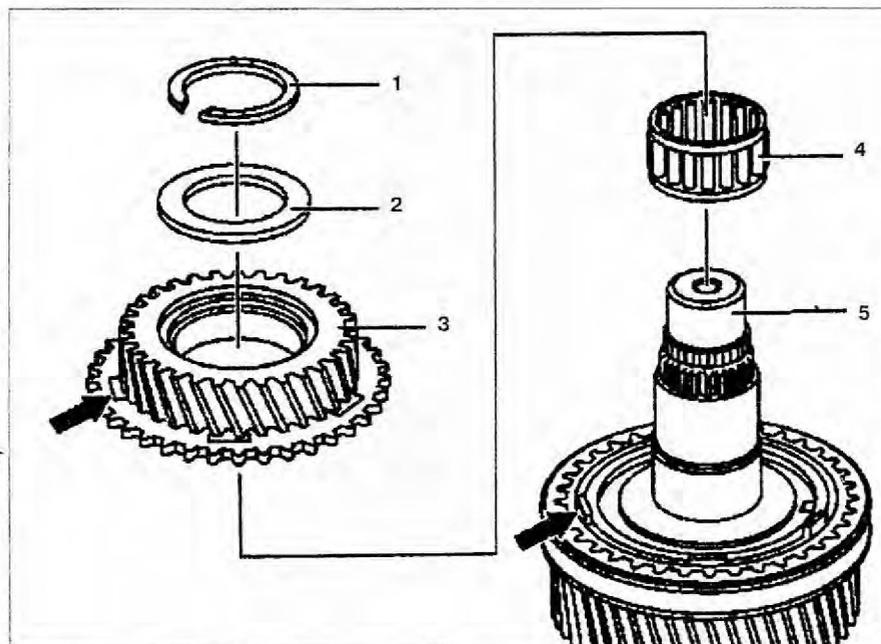

Рис. 4.72. Снятие и установка шестерни 4-й передачи:
1. Снимите стопорное кольцо **1** с вторичного вала **5** (рис. 4.72).